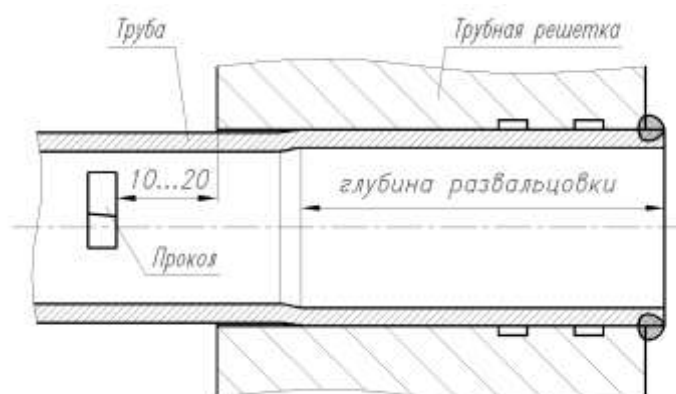
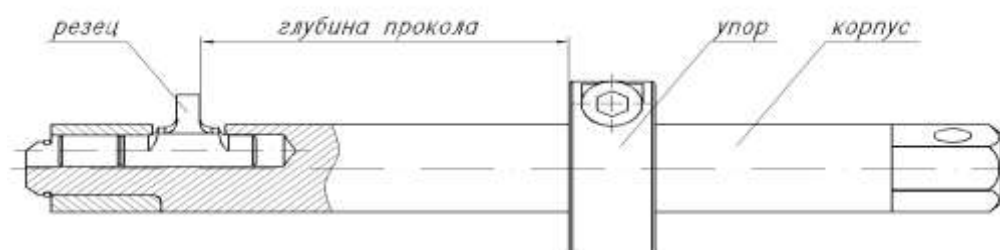

Рис. 3. Подготовка трубы к глушению
Рис. 4. Однооборотный отрезатель серии «ТО»
4.1.2. Выполнить в каждом конце трубы, как минимум, по одному сквозному проколу на расстоянии 10 – 20 мм от внутренней поверхности трубной решетки (рис. 3) при помощи однооборотного отрезателя серии «ТО» (рис. 4).